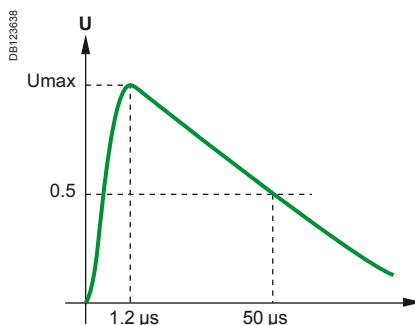
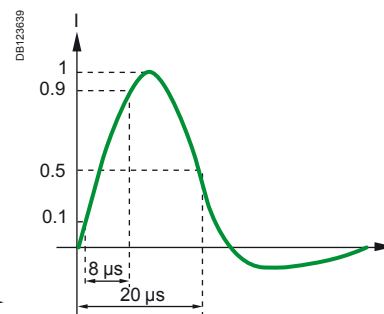

Fig. 2 : onde de tension normalisée 1,2/50 μ s
Fig. 3 : onde de courant normalisée 8/20 μ s
- A la foudre, ces surtensions sont représentées normativement par une onde de tension 1,2/50 μ s (cf. Fig. 2). Les courants induits par ces surtensions sont représentés par une onde normalisée 8/20 μ s (cf. Fig. 3).